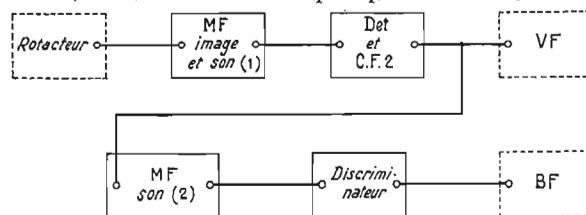

FIG. 2
Un autre cas, moins fréquent en France, est celui d'un récepteur ancien pouvant recevoir le standard « européen » (E) C.C.I.R. dans lequel, comme on le voit, le son est reçu par le procédé « interporteuses ». La figure 2 montre l'ensemble de réception image et son dans le cas du standard E.